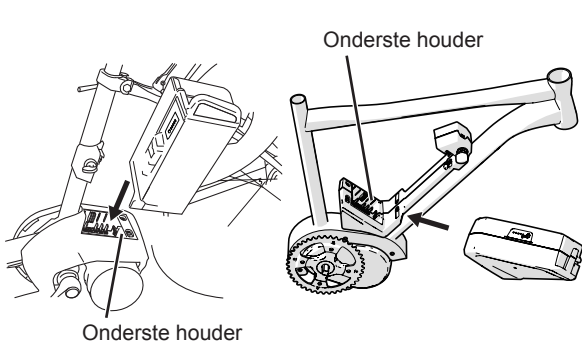
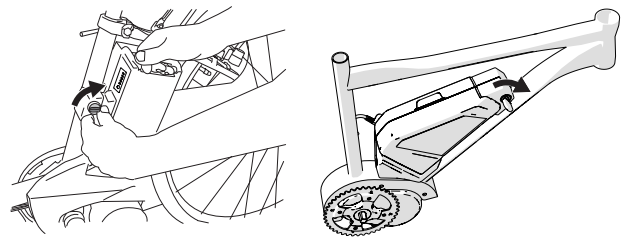

Fig. 1
Fig. 4
Fig. 1 tot Fig. 4 tonen hoe u de middenbatterij links en hoe u de driehoekbatterij rechts kunt monteren.
- 4) Vergrendel de batterij met de batterijvergrendelsleutel. (Fig. 4)